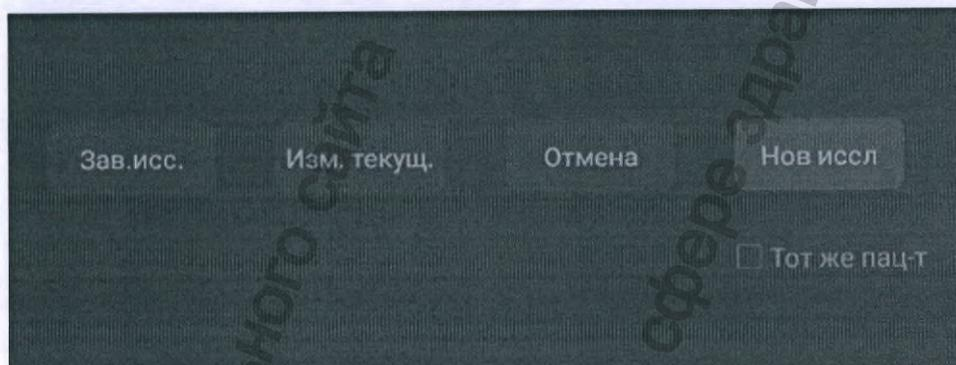

Рис. 7.1.1. Страница информации об исследовании
1. Нажмите клавишу **<Patient>** и введите информацию о пациенте для исследования либо в рабочем списке модальности выберите пациента, исследование которого запланировано. При отсутствии предыдущего исследования нажатие **<Patient>** вызывает прямой переход на страницу сведений о пациенте (см. рис. 7.1.1 далее).